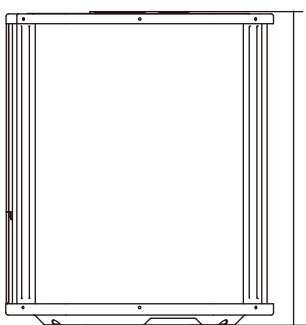

Fig.5-5
- La distance minimale entre l'unité extérieure et les obstacles décrits dans le tableau d'installation ne signifie pas qu'il en va de même dans le cas d'une pièce étanche. Laisser ouvertes deux des trois directions (M, N, P) (voir **Fig.5-5**)